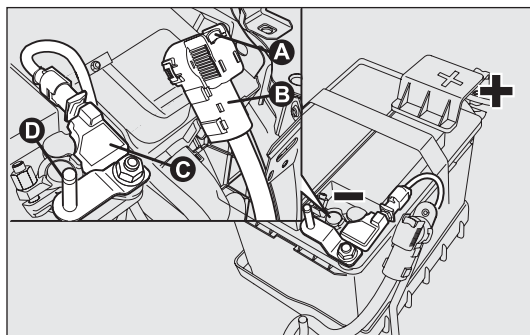

fig. 177c
Versions sans faux pôle fig. 177c
- appuyer sur le bouton A-fig. 177c pour débrancher le connecteur B du capteur C de contrôle de l'état de la batterie (ce dernier situé sur le pôle négatif de la batterie) ;